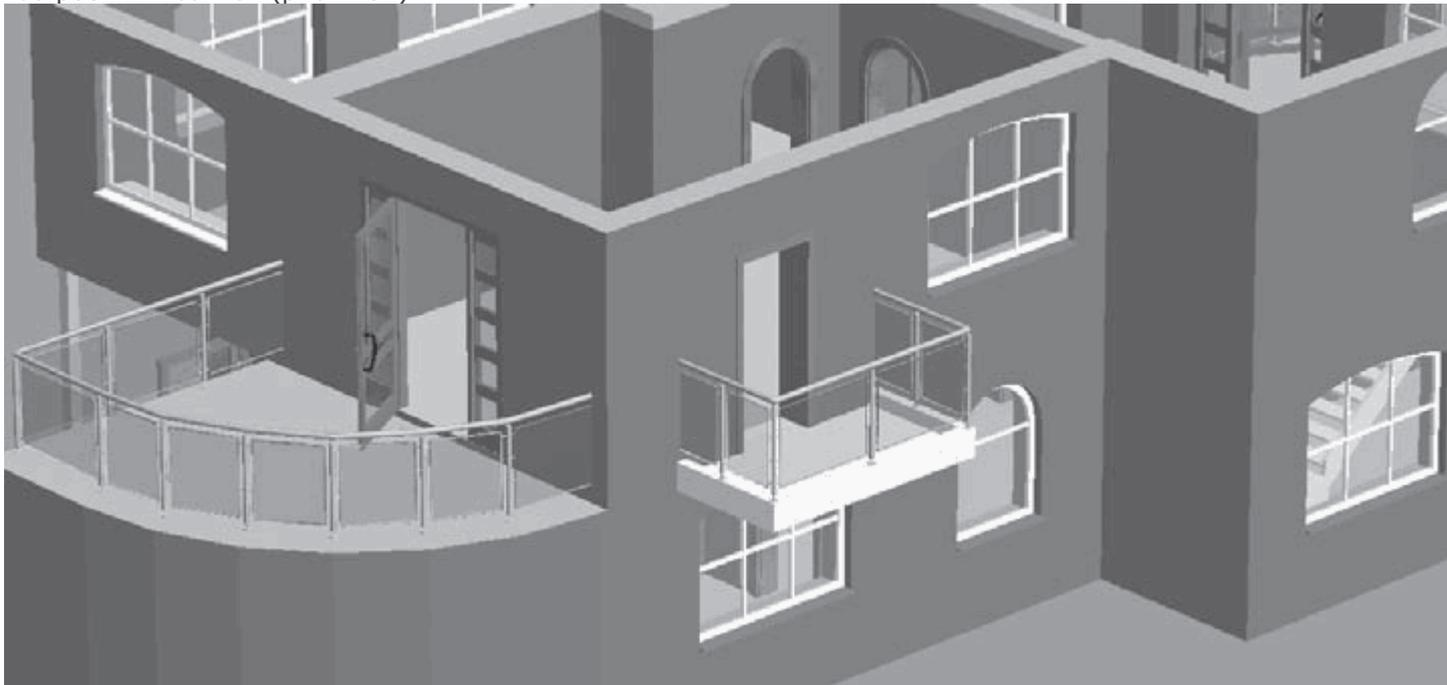

Рис. 4.31. Трехмерная модель балкона
8. Перейдите на первый этаж проектируемого здания и, перетаскивая окна в комнатах Помещение 2 и Помещение 5, расположите их точно под балконом и окном Помещения 3 второго этажа. Так будет значительно лучше с архитектурной точки зрения. Переключитесь в режим трехмерного просмотра модели здания, чтобы более подробно рассмотреть построенный балкон (рис. 4.31).